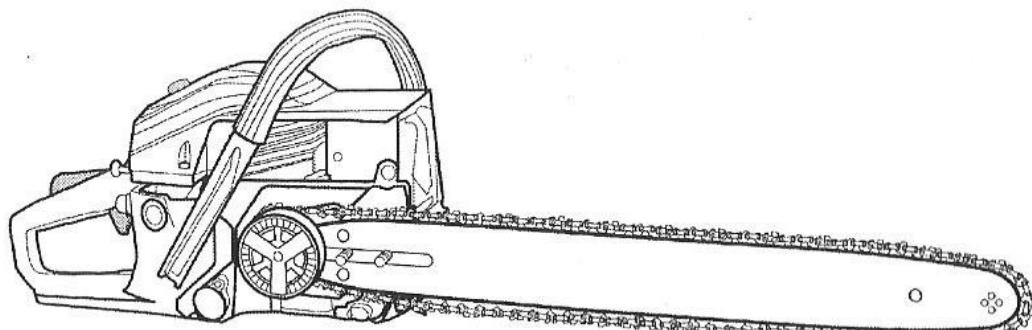

Рис. 7
4. Зубцы пильной цепи (8) должны точно проходить по краю направляющей (Рис. 7).